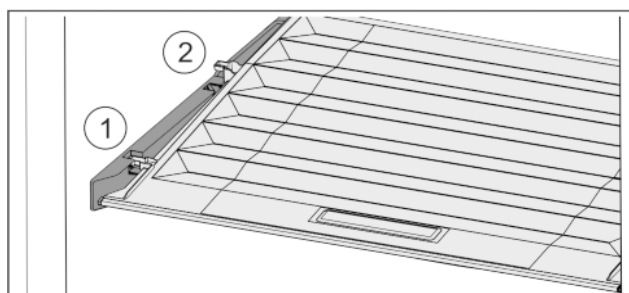

Fig. 33
- ▶ Издърпайте напред Fig. 33 (1) капака до отвора в задържащите части.
- ▶ Повдигнете го отзад отдолу и отстранете Fig. 33 (2) нагоре.